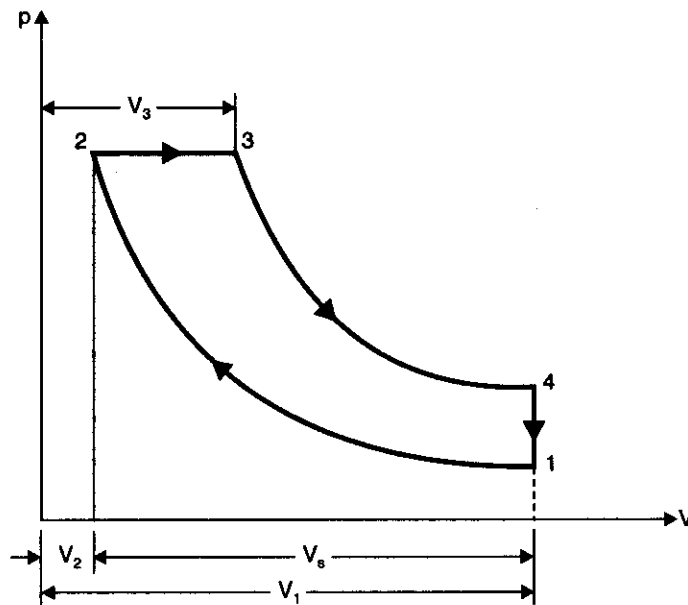

Fig. 13.16
**Solution.** Refer Fig. 13.16.